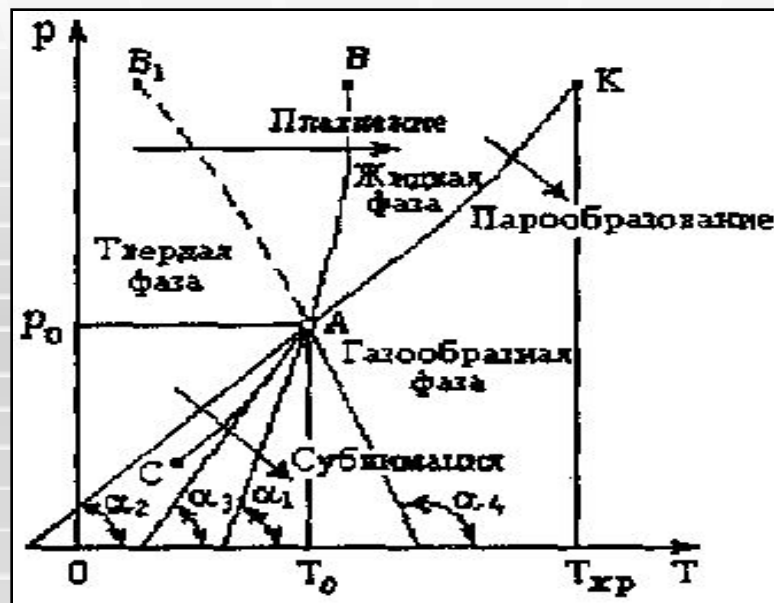

Рис. 5.1.
- Фазовым переходом называется процесс, сопровождающийся затратой теплоты и изменением объема, в котором происходит изменение агрегатного состояния вещества. Переход из одного агрегатного состояния в другое удобно рассматривать на pT – диаграмме (рис.5.1).
- Линия $p = f_1(T)$ (линия АК на рис.5.1.) соответствует равновесному состоянию жидкой и газообразной (парообразной) фаз. Эту линию еще называют линией испарения (или по обратному процессу – линией конденсации). Линия $p = f_2(T)$ (линия АС) соответствует равновесному состоянию твердой и газообразной фаз. Это линия сублимации (или по обратному процессу – десублимации). На линии $p = f_3(T)$ (линия АВ) находятся в равновесии твердая и жидкая фазы. Эта линия называется линией плавления (или по обратному процессу – затвердевания).
- Все три кривые равновесного состояния различных фаз вещества пересекаются в некоторой определенной для каждого вещества точке, называемой тройной точкой (точка A на рис.5.1). В этой точке в термодинамическом равновесии находятся три различные фазы вещества – твердая, жидкая и газообразная, т.е. пропадает различие между этими тремя фазами.